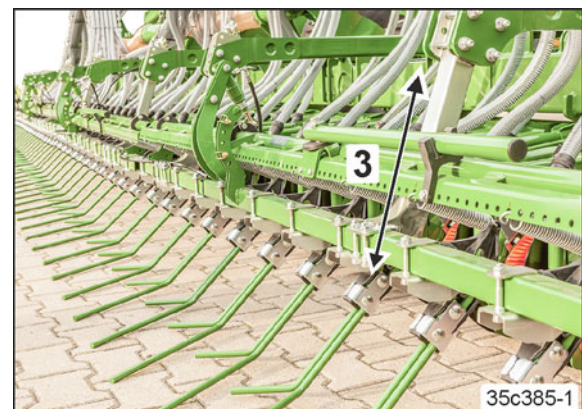

Bild 186
5. Gör samma inställningar (Bild 186/3) på alla justeringssegment.